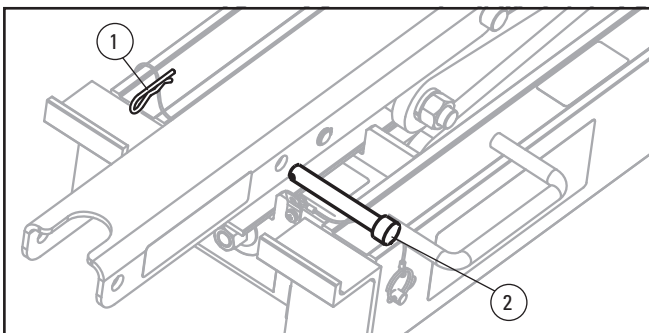
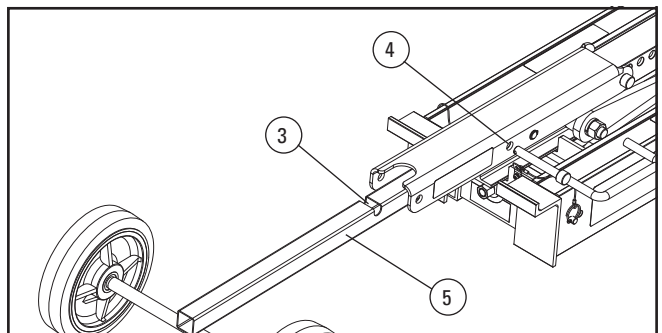

Bild 19 Wagenmontage 1
Bild 20 Wagenmontage 2
Flex-Lifter™ am Transportwagen Montieren *Siehe Abbildung 19–22.*
- 1 Entfernen Sie den Splint (siehe Abbildung 19, Pos. 1) und den Stift (siehe Abbildung 19, Pos. 2) an einem der Muldungsflügel.
- 2 Schieben Sie das Rohr des Radgestells (siehe Abbildung 20, Pos. 5) durch den Muldungsflügel in das Rohr des Flex-Lifters™ (siehe Abbildung 20). Die Nut am Rohr (Abbildung 20, Pos. 3) muss mit der Bohrung für den Stift (Abbildung 20, Pos. 4) am Muldungsflügel zur Deckung kommen.
- 3 Stecken Sie dann den Stift wieder durch die Bohrung am Muldungsflügel (siehe Abbildung 20, Pos. 4) und sichern Sie ihn durch Einstecken des Splintes (siehe Abbildung 19, Pos. 1).
- 2 Ziehen Sie den Stift aus der Bohrung (siehe Abbildung 20, Pos. 4).
- 3 Ziehen Sie das Rohr des Radgestells (Abbildung 20, Pos. 5) aus dem gegenüberliegenden Muldungsflügel.
- 4 Stecken Sie den Stift wieder in die vorgesehene Baohrung am Muldungsflügel und sichern Sie ihn mit dem Splint (siehe Abbildung 19, Pos. 1 und 2).